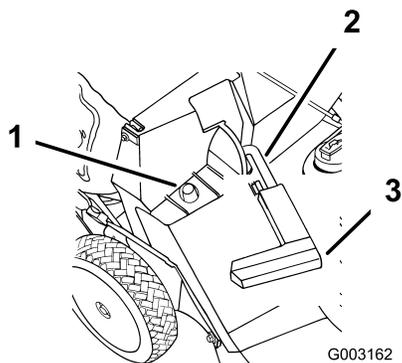

Figure 18
2. Vérifiez que la poignée du volet d'éjection est complètement abaissée vers l'avant et que l'ergot est bien engagé dans son logement (Figure 18).
3. Accrochez le cadre du bac par le trou sur l'ergot de retenue situé sur l'éjecteur (Figure 18).
2. Soulevez la poignée du volet d'éjection et poussez-la vers l'avant jusqu'à ce que l'ergot de verrouillage s'engage dans le logement (Figure 18).